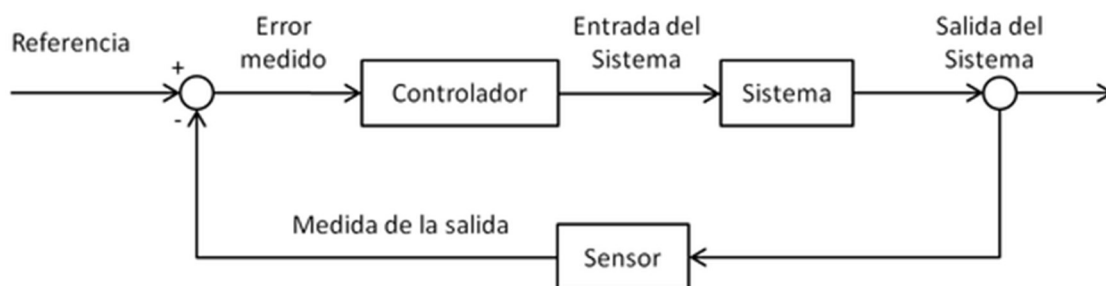

Figura 1. Control feedback.
- Control por retroalimentación o feedback: Mide la variable controlada para ajustar los valores de la variable manipulada (ver **Figura 1**).